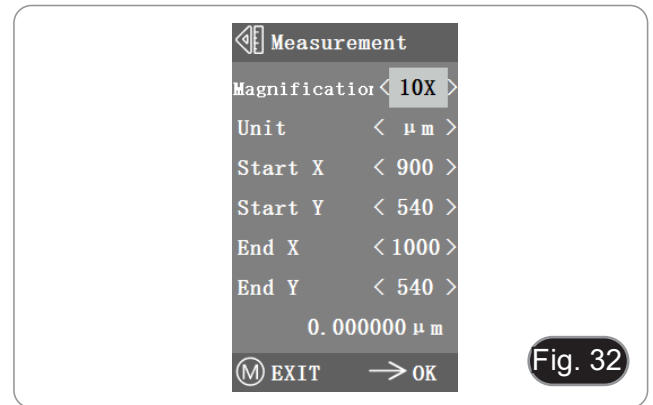

Fig. 32
3. Verschieben Sie den Anfangs- und Endpunkt der X- und Y-Position durch Drücken von ← und →: Die Messlänge wird in Echtzeit angezeigt. (Fig. 32)